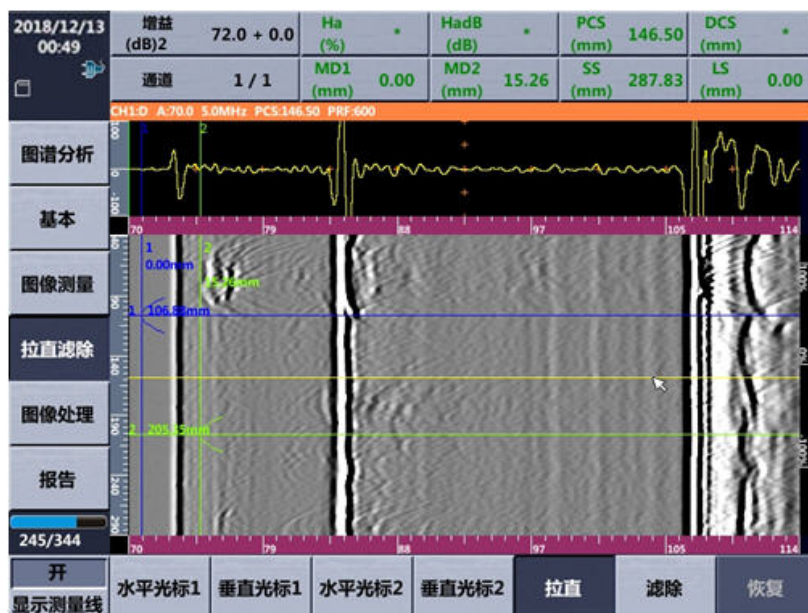

图 3-17 图像拉直操作
- 3) 点击“拉直”菜单，图像出现黄色实线。旋转旋钮使黄色实线位于 1) 和 2) 步中设定的区域。如图 3-17 所示。